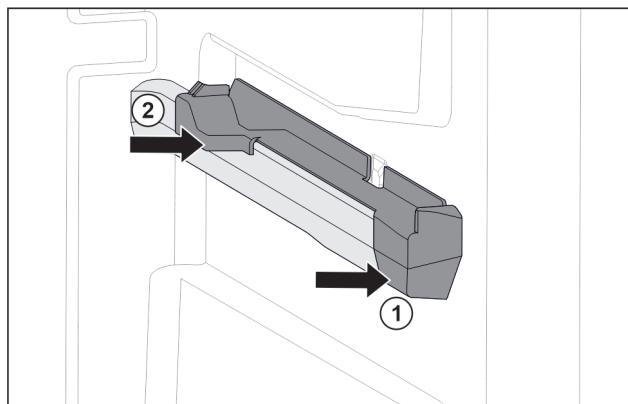

Fig. 62 Aufsteckteil auf der rechten Behälterrippe
- ▶ Aufsteckteil vorne an Behälterrippe ansetzen. Fig. 62 (1)
- ▶ Aufsteckteil hinten andrücken. Fig. 62 (2)